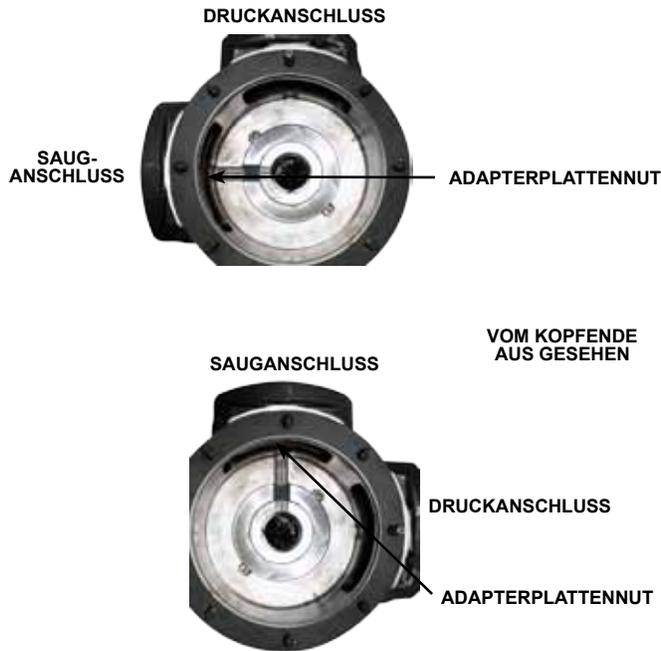

ABBILDUNG 15
2. Die Adapterplatte so positionieren, dass die Nut in der Platte mit der Nut in der Druckseite der Gehäusebohrung ausgerichtet ist (siehe **Abbildung 15**). Die Adapterplatte vorsichtig in die Halterungsseite des Gehäuses schieben. Vorsichtig vorgehen, damit der O-Ring nicht an der Kante der Adapterplatte oder des Gehäuses eingeschnitten wird. Die acht Kopfschrauben festziehen, um die Einheit richtig zu positionieren.
4. Auf der Seite der Anlaufscheibe, die den Rotor oder die Adapterplatte berührt, ein Leichtöl auf den ersten Satz der Anlaufscheiben auftragen. Die Anlaufscheibe, die keine Nut aufweist, so auf der Welle anbringen, dass die Blindlöcher in der Anlaufscheibe mit den Mitnehmerbolzen an der Rückseite des Rotors ausgerichtet sind. Die Anlaufscheibe mit Nut so an der Adapterplatte anbringen, dass die Nut in der Anlaufscheibe mit den Nuten in der Adapterplatte ausgerichtet ist (siehe **Abbildung 15**).